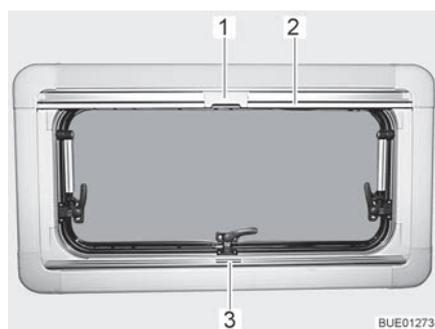
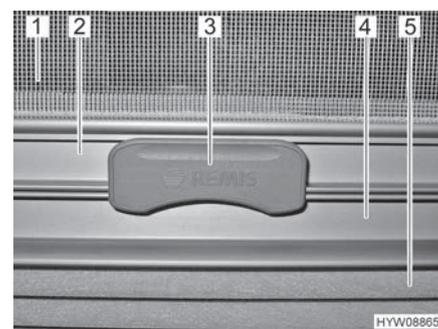

Fig. 15 Ventana abatible
Fig. 16 Cierre
**Estor plegable** El estor plegable (Fig. 16,5) se encuentra en la caja de la persiana inferior.
- Sujetar el estor plegable por el centro del agarradero (Fig. 15,3 y Fig. 16,4), tirar de abajo a arriba y soltarla a la altura deseada. El estor plegable se queda fijo a esta altura.
**Mosquitera enrollable** La mosquitera enrollable (Fig. 16,1) se encuentra en la caja de la persiana superior.
- Tirar del agarradero de la mosquitera enrollable (Fig. 15,2 y Fig. 16,2) hacia abajo hasta que choque con el agarradero del estor plegable (Fig. 16,4).
- Bloquear el cierre (Fig. 15,1 y Fig. 16,3) de la mosquitera enrollable con el agarradero del estor plegable. Si el cierre está bloqueado, el estor plegable y la mosquitera enrollable podrán ser ajustados juntos.
- Presionar la parte superior del cierre (Fig. 16,3) de la mosquitera enrollable.
- Regresar la mosquitera enrollable lentamente en el agarradero (Fig. 15,2).